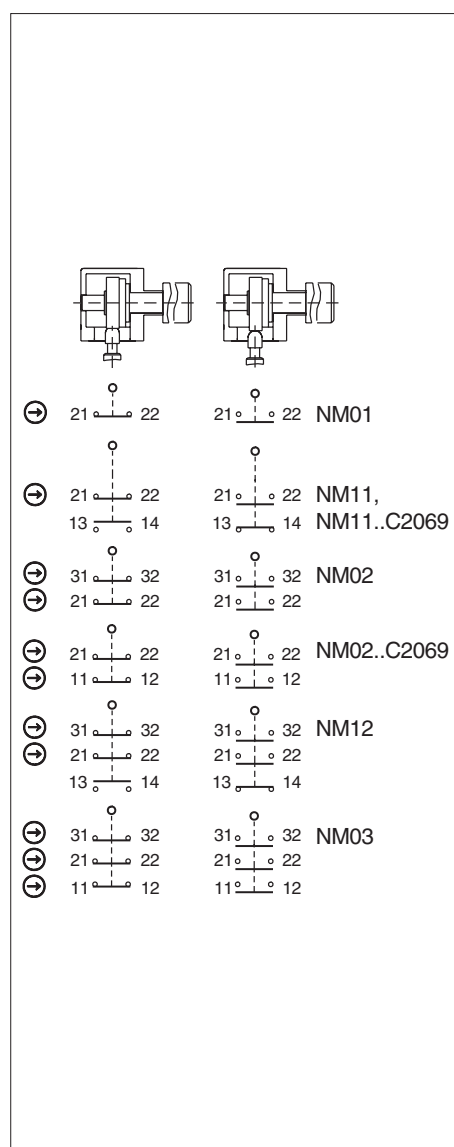

Fig. 3 : Éléments de commutation et fonctions de commutation
Utiliser au moins un contact  $\rightarrow$ . Celui-ci signale la position du protecteur (affectation des contacts, voir Fig. 3).
3. Effectuer le raccordement et serrer les bornes au couple de 0,5 Nm (affectation des contacts, voir Fig. 3).